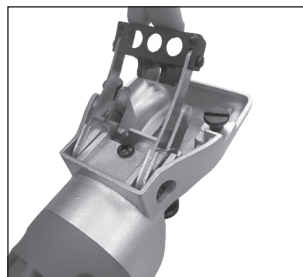

Fig. 6
3. Per sostituire le molle di oscillazione, sollevare l'attacco della lama da taglio e rimuovere le viti delle molle di oscillazione (Fig. 6).